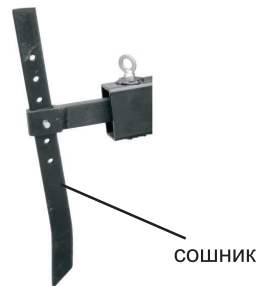

Рис. 12
- вставить стопорный палец через отверстие в сцепке в ближайшее отверстие на сошнике (рис. 12);